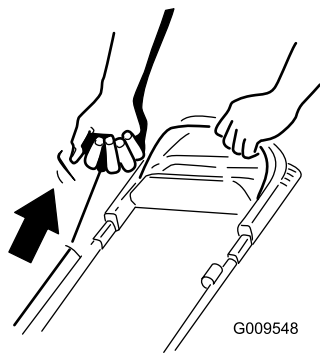

Bild 18
2. Ziehen Sie leicht am Rücklaufstartergriff (Bild 18), bis Sie einen Widerstand spüren. Ziehen Sie ihn dann kräftig durch und lassen Sie ihn langsam in die Seilführung am Holm zurückgehen.